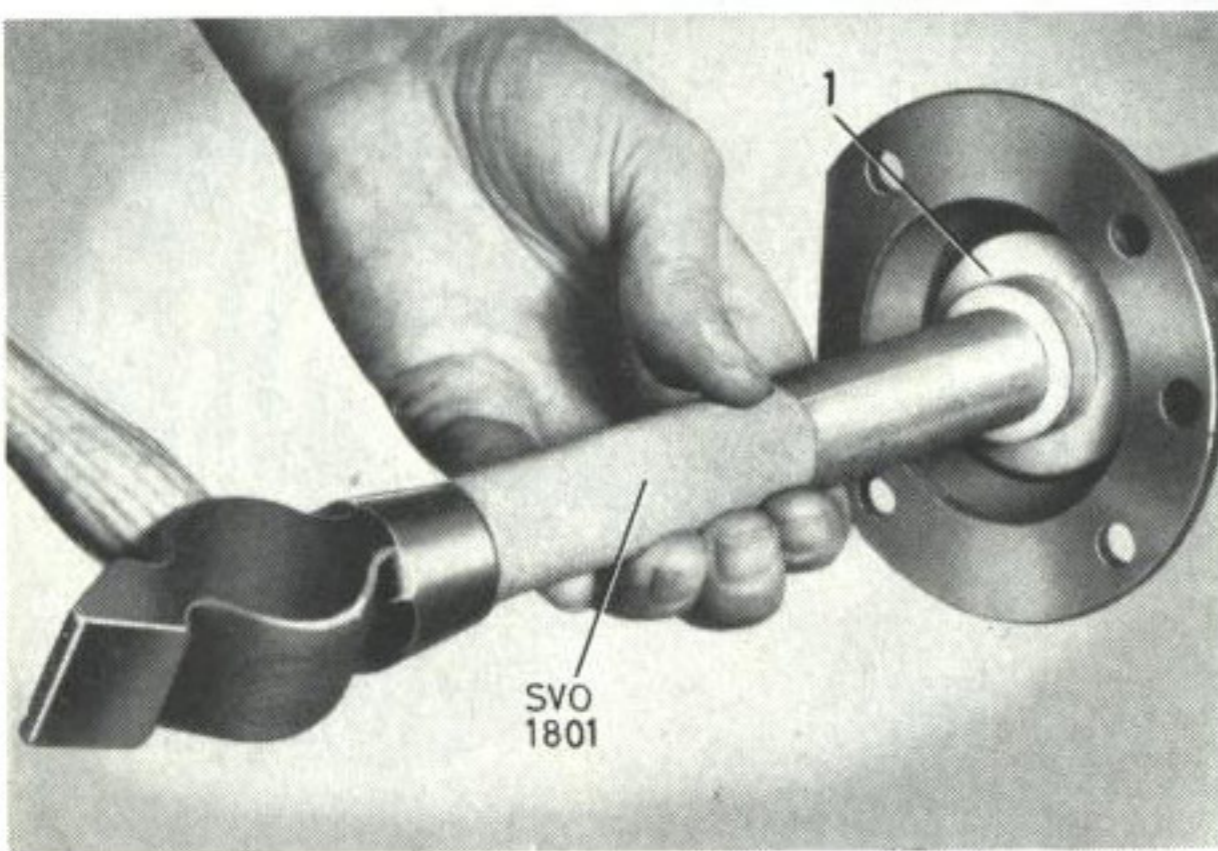

Bild 4. Mont. av fättningsring.
4. Driv in den nya tättningsringen. Se till att den drives i rätt. Använd verktyg SVO 2456, bild 4.